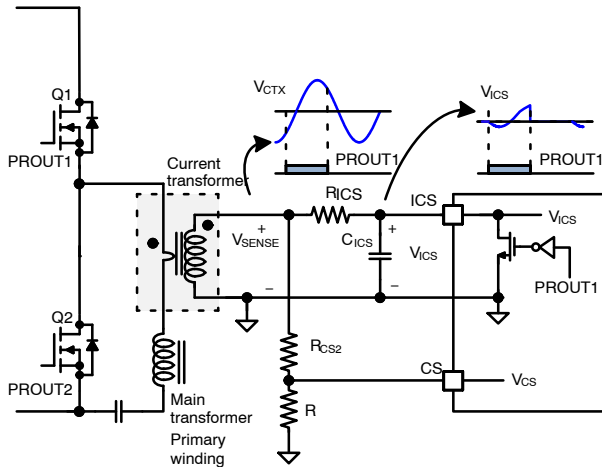
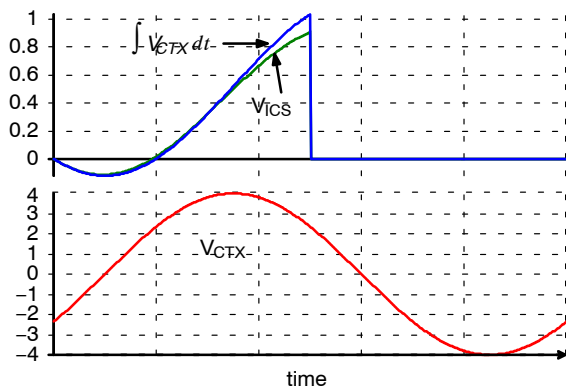
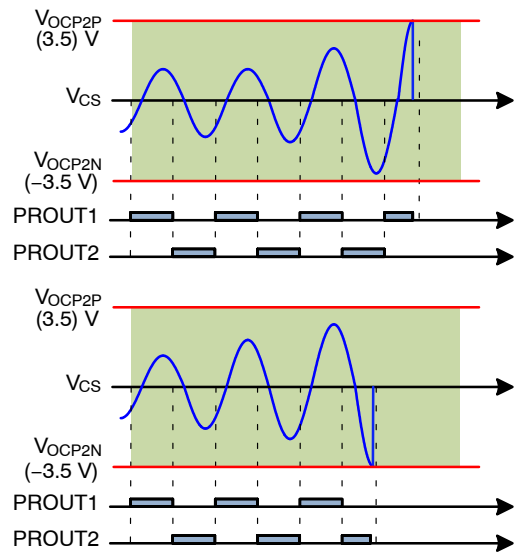

图 61. FAN7688 的电流感测
图 62. 通过 V_{SENSE} 生成积分信号 (V_{ICS})
图 66. CS 引脚的过流保护
FAN7688 可检测瞬时开关电流和开关电流的积分，如图 61 所示。由于 FAN7688 位于次级端，因此通常使用电流互感器检测初级端电流。如果 PROUT1 低，ICS 引脚将通过内部复位 MOSFET 箝位在 0 V。反之，如果 PROUT1 高，ICS 引脚将不会被箝位，且积分电容 (C_{ICS}) 将根据感测电阻电压 (V_{SENSE}) 和 ICS 引脚电压之间的压差进行充放电。在正常运行期间，由于功率限制阈值为 1.2 V，因此 ICS 引脚的电压小于 1.2 V。电流感测电阻和电流互感器匝数比的设计应满足在满载条件下，电流感测电阻上的电压 (V_{SENSE}) 大于 4 V。因此，充电和放电电流 C_{ICS} 应几乎与电流感测电阻上的电压 (V_{SENSE}) 成比例关系。图 62 比较了 V_{SENSE} 的幅度为 4 V 时 VICS 信号与理想的积分信号。由图可知，VICS 信号与理想的积分信号之间存在大约 10% 误差，对于大多数设计来说这是可以接受的。如果需要更高精度的 VICS，则应增加 V_{SENSE} 的幅度。
6. 过流保护 (OCP2)：当 V_{CS} 大于 3.5 V 或小于 -3.5 V 时，将触发过流保护 (OCP)。CS 引脚上感测到初级端瞬时电流。由于 CS 引脚上的 OCP 阈值为 3.5 V 和 -3.5 V (如图 66 所示)，因此通常通过使用分压器从 V_{SENSE} 获得 CS 信号，如图 61 所示。OCP 触发有 150 ns 的去抖动时间。